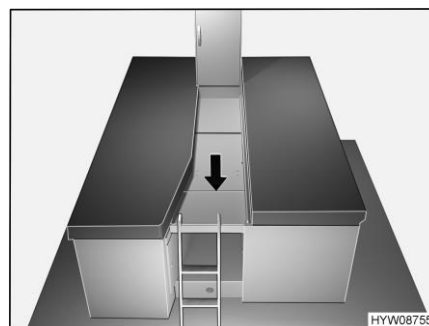

Bild 73 Bettverbreiterung vorbereiten
- Bettverbreiterung aufklappen und zwischen die Einzelbetten legen, wie in Bild 73 dargestellt.